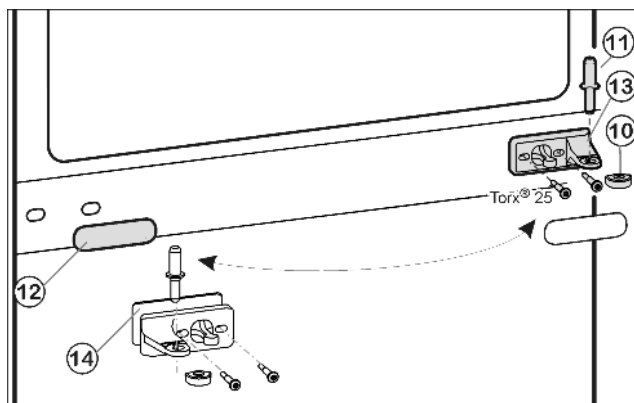
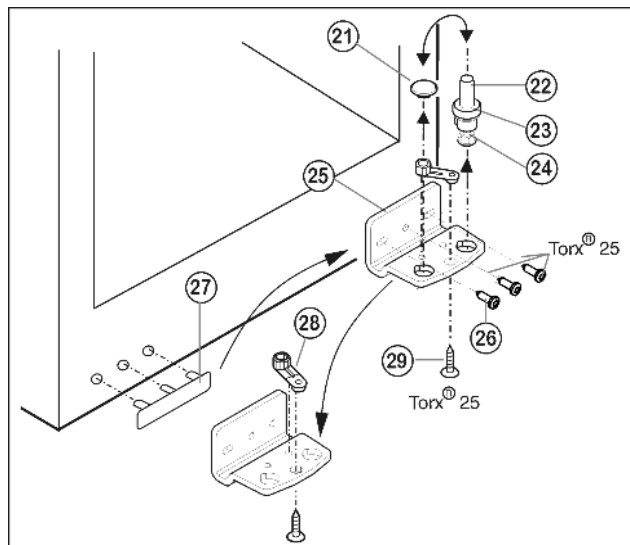

Fig. 5
Fig. 6
- ▶ Вытащите из опорного кронштейна и нижней дверцы средний опорный винт Fig. 5 (11).
- ▶ Снимите пластмассовый колпачок Fig. 5 (10).
- ▶ Открутите средний опорный кронштейн Fig. 5 (13) (2 шт. Torx® 25).
- ▶ Осторожно снимите накладку Fig. 5 (12).
- ▶ Прикрутите средний опорный кронштейн Fig. 5 (13) с подкладкой Fig. 5 (14) с поворотом на 180° на новую сторону шарнира (с моментом 4 Нм).
- ▶ Защелкните накладку Fig. 5 (12), повернув на 180°, на стороне, где теперь будет ручка.
- ▶ Извлеките опорный винт Fig. 6 (22) в комплекте с шайбой Fig. 6 (23) и регулируемой опорой Fig. 6 (24), вытягивая его вверх.
- ▶ Снимите пробку Fig. 6 (21).
- ▶ Открутите Fig. 6 (26) опорный кронштейн Fig. 6 (25).
- ▶ Открутите Fig. 6 (29) опорную деталь Fig. 6 (28) и, переставив в отверстие на противоположной стороне опорного кронштейна, снова прикрутите.
- ▶ Осторожно снимите и переставьте на противоположную сторону крышку со стороны ручки Fig. 6 (27).
- ▶ Снова прикрутите опорный кронштейн Fig. 6 (25) на новой стороне шарнира (с моментом 4 Нм). При необходимости используйте аккумуляторный шуруповерт.
- ▶ Переставьте пробку Fig. 6 (21) в свободное отверстие.
- ▶ Вновь установите опорный винт Fig. 6 (22) в комплекте с шайбой и регулируемой опорой. При этом фиксатор должен быть направлен назад.
- Установите нижнюю дверцу сверху на нижний опорный винт Fig. 6 (22).
- Снова наденьте пластмассовый колпачок Fig. 5 (10) на средний опорный кронштейн Fig. 5 (13).
- Вставьте средний опорный винт Fig. 5 (11) на новой стороне шарнира через средний опорный кронштейн Fig. 5 (13) в нижнюю дверцу.
- Установите верхнюю дверцу на средний опорный винт Fig. 5 (11).
- При необходимости выравнивайте дверцы через два продольных паза в нижнем опорном кронштейне Fig. 6 (25) и среднем опорном кронштейне Fig. 5 (13) параллельно корпусу устройства. Для этого выкрутите средний винт на нижнем опорном кронштейне Fig. 6 (25).